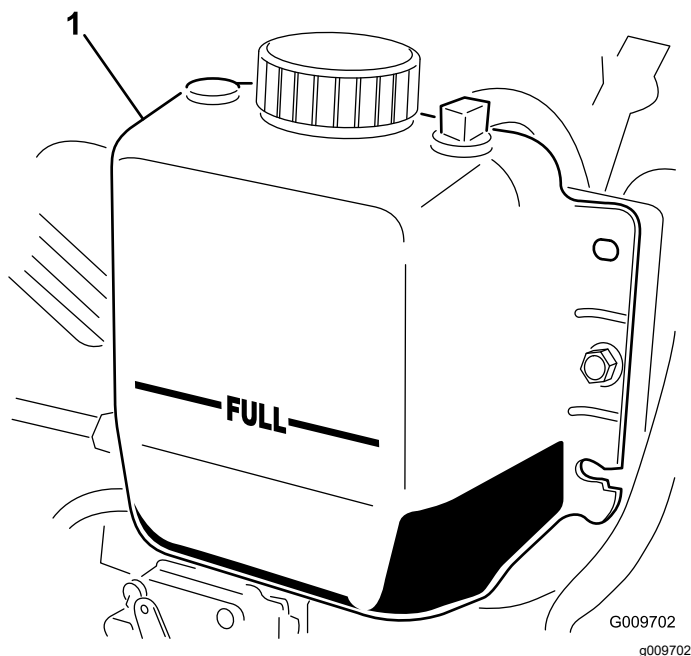

**Figura 116**
3. Verificați nivelul de lichid de răcire din radiator. Radiatorul trebuie umplut până la partea superioară a buconului de umplere, iar rezervorul de expansiune trebuie umplut până la marcajul COMPLET (Figura 116).